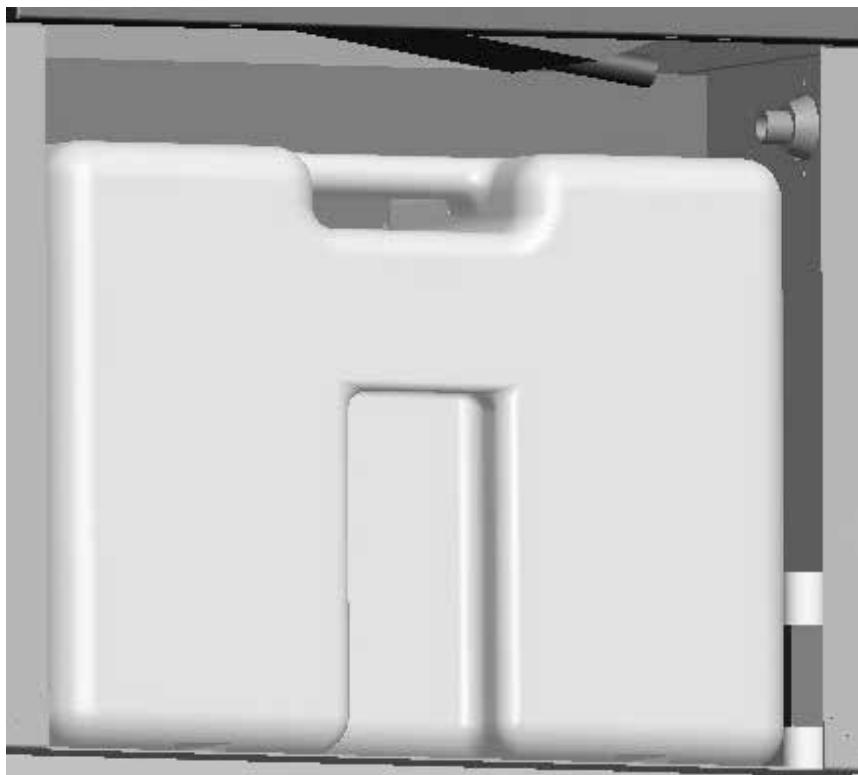

Fig. 19
- Поставете резервоара за вода на мястото му, свържете тръбата и я изтеглете навън от дясната страна на машината (FIG. 19, 20).